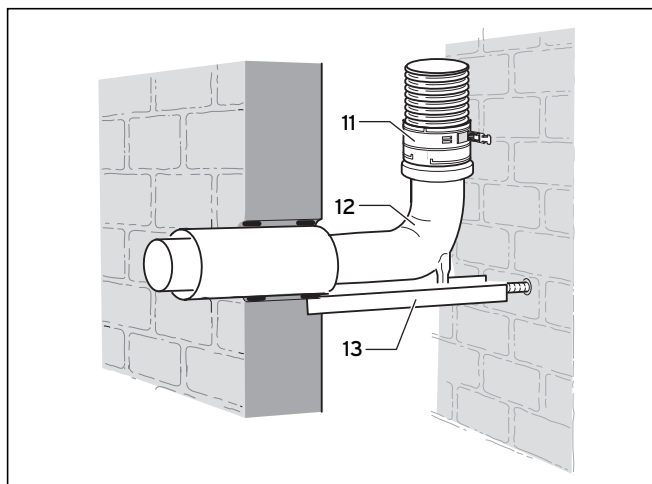

Рис. 6.35 Концентрическое подсоединение к гибкому выпускному газопроводу
- Монтируйте концентрический шахтный патрубок, как описано на рис. 6.35.